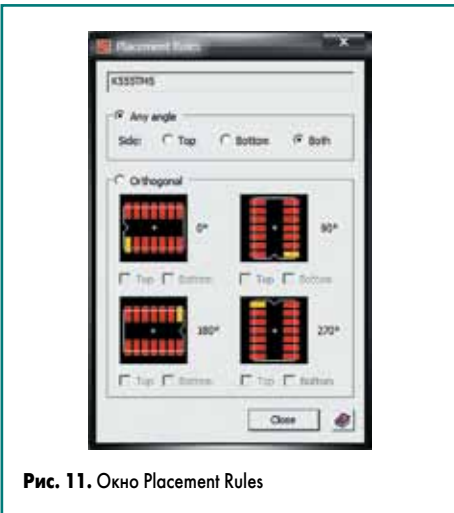

Рис. 11. Окно Placement Rules
**Placement Rules** (рис. 11), в котором можно задать угол размещения посадочного места и слой размещения (Top, Bottom или Both). Для размещения посадочного места на любом слое и под любым углом необходимо выбрать опцию Any angle, а в поле Side выбрать переключатель Both. После того как все опции настроены, нужно закрыть поочередно окна **Placement Rules** и **Package Cell Properties** при помощи кнопки Close, после чего в окне **Create Package Cell** нажать на кнопку Next, в результате чего откроется окно **Place Pins**. Рассмотрим интерфейс этого окна более подробно.